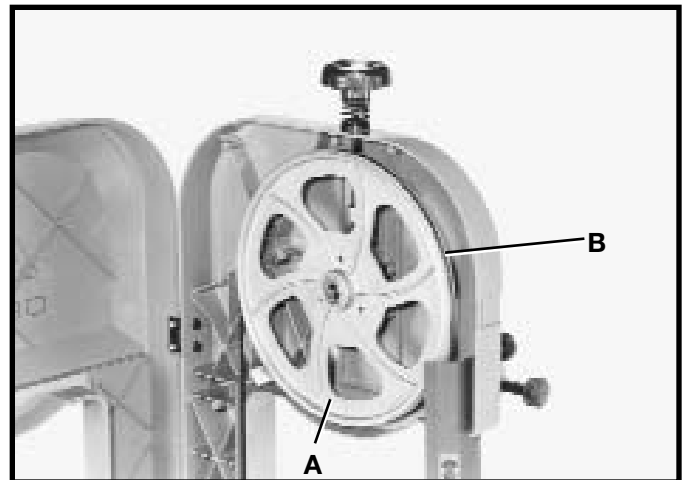

Fig. 20
2. Gire la rueda superior (A) Fig. 20 manualmente en el sentido de las manecillas del reloj y revise si la hoja (B) monta correctamente sobre el centro aproximado de las dos ruedas.